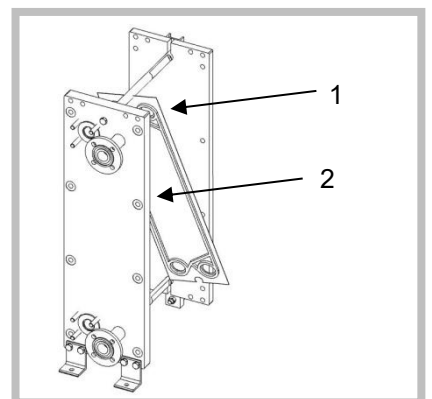

Figura 36
2. Deje que una segunda persona asegure las placas para que no se desplacen. Deslice una placa individualmente hacia la cubierta del bastidor [1] e inclínela (Figura 36). Extraiga lateralmente la placa intercambiadora de calor [2].